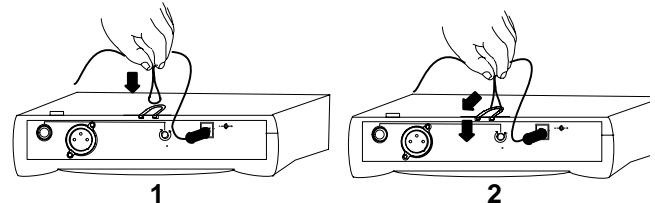

FIGURA 7. RETENEDOR DEL CABLE DE ALIMENTACION
2. Enrolle el cable de alimentación alrededor del retenedor de cable ubicado en la parte inferior del receptor. Vea la Figura 7.